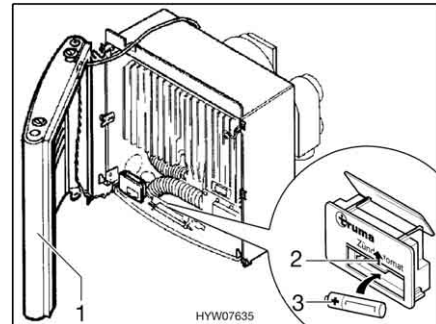

Fig. 125 Calefacción abierta
- Colocar a un lado el revestimiento (Fig. 125,1) para que no se tenga que desenchufar el cable de conexión del ventilador de aire caliente y de la lámpara de control de encendido.
- Empujar hacia arriba la tapa del compartimento de las pilas en el dispositivo automático de encendido (Fig. 125,2).
- Colocar una pila nueva (Fig. 125,3) del mismo tipo con la polarización correcta (+/-) en el compartimento de las pilas en el dispositivo automático de encendido. Utilizar únicamente pilas Mignon resistentes a la temperatura (+70 °C) y protegidas contra derrames.